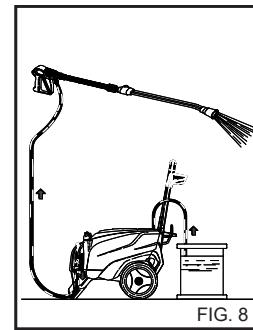

FIG. 8
Efter brug af rengøringsmidlet, skal rengøringsmiddelindtaget skylles ud med rent vand. (Fig. 8).
1) Efter brug sammen med rengøringsmidlet skal højtryksvandsystemet skylles omhyggeligt: Lad pumpen være aktiveret i 1 minut, mens doseringshanen er fuldstændigt lukket. (fig. 8).
4) Efter brug sammen med rengøringsmidlet skal højtryksvandsystemet skyldes omhyggeligt: Lad pumpen være aktiveret i 1 minut, mens doseringshansen er fuldstændigt lukket. (fig. 8).